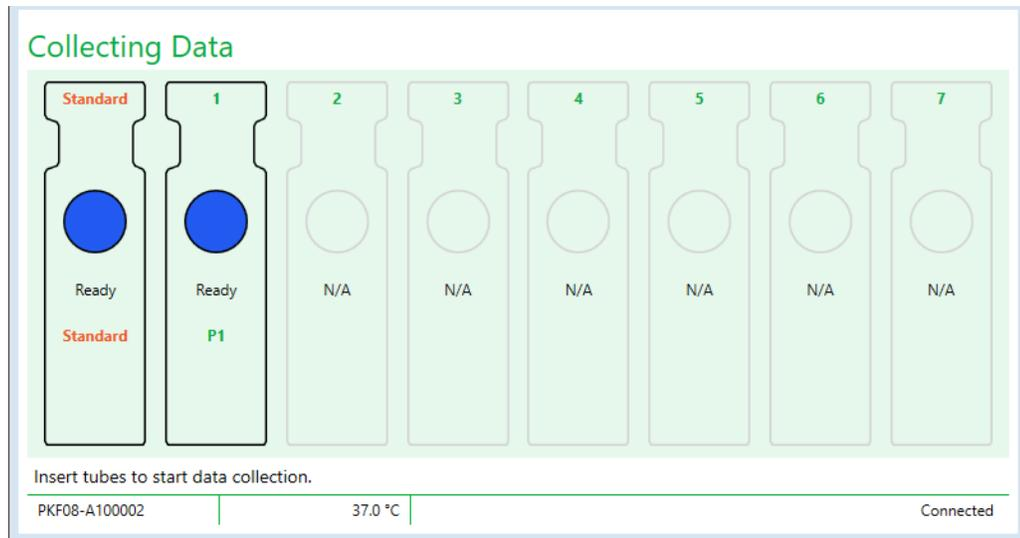

Figure 12. Écran de collecte de données de BG Analytics®, prêt pour la collecte de données
1. Sur l'écran **Collecte des données**, l'état de chaque puits contenant l'ID de prélèvement est « Prêt » (comme le montre la Figure 12).